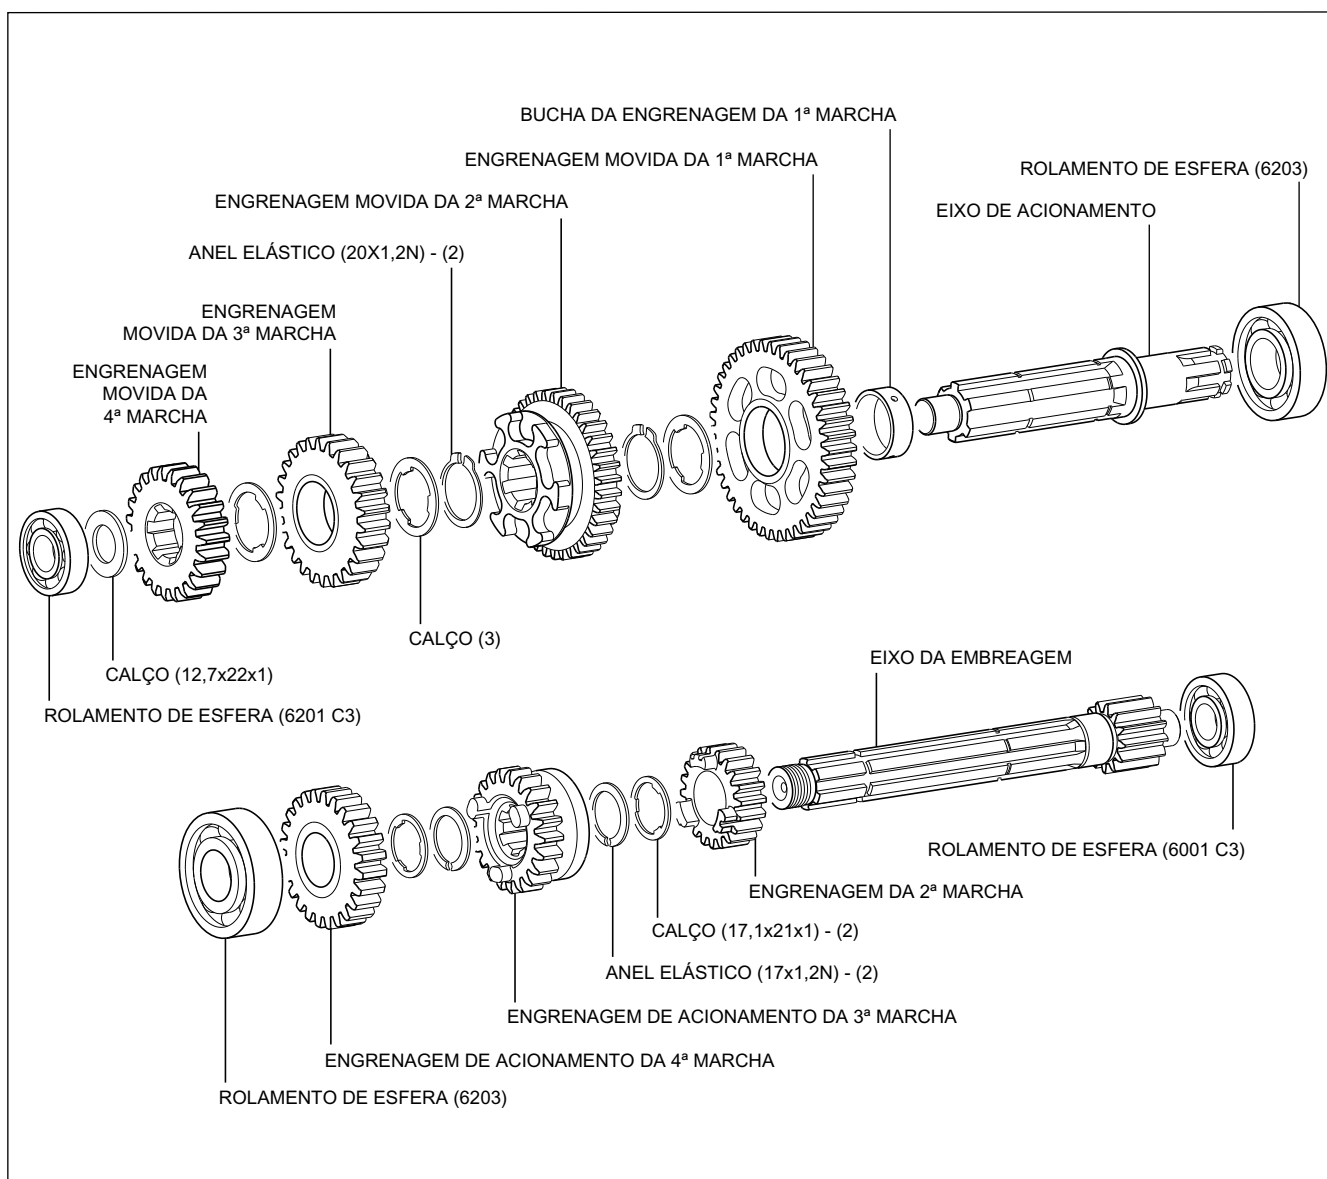

Fig. 3.157
- A vista explodida servirá de referência para a correta montagem das engrenagens, calços e anéis elásticos. (Fig. 3.157)